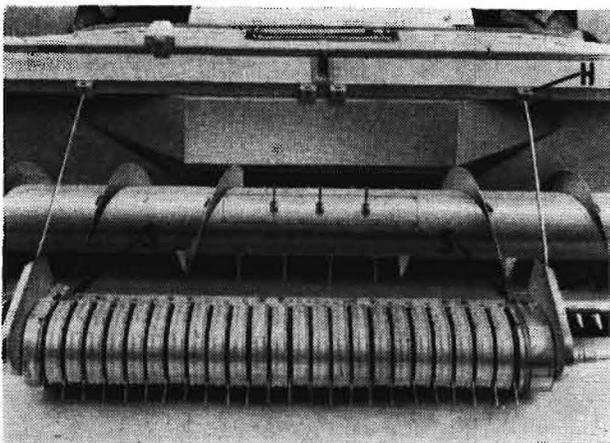

Bild 6/71
- Spillen im Halter H am Querträger einhängen und an den Winkel W verspannen (Bild 6/71).